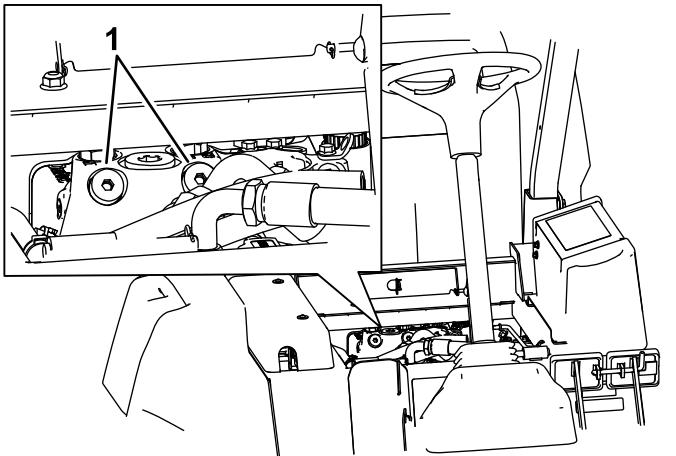

Figura 74
1. As válvulas de derivação encontram-se sob a dianteira do depósito de combustível (Figura 74).